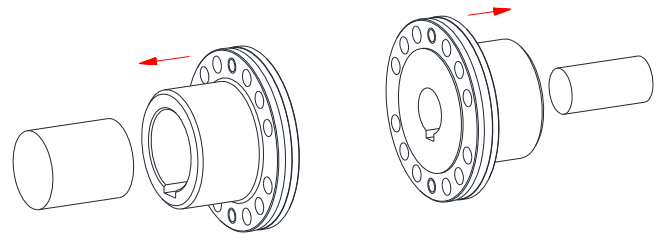

Bild 8: Montage der Kupplungsflansche
- Montieren Sie die Kupplungsflansche auf die Welle der An- und Abtriebsseite (siehe Bild 8).